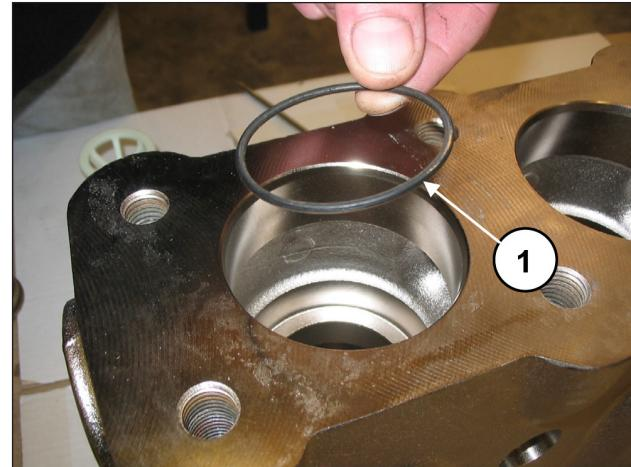

Fig. 120
Insira o O-ring, pos. de explosão nº. 5 (pos. ①, Fig. 120).